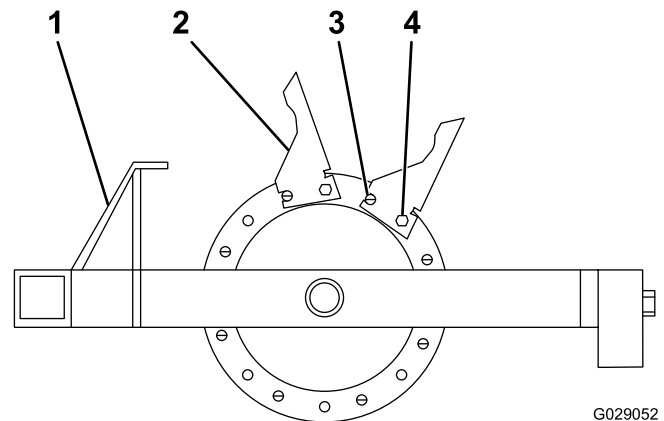

Figure 20
1. Commencez par la roue en fonte extérieure et montez les louchets comme montré à la Figure 20.
2. Montez les 8 louchets sur la roue en fonte à l'aide d'une goupille cylindrique et de des boulons (1/2 x 1 3/4 po) en prenant soin de placer la goupille cylindrique dans le trou avant (Figure 20).